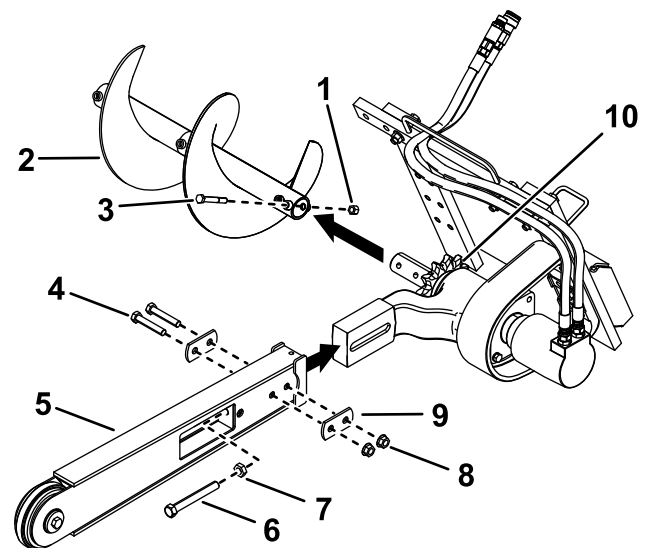

Figura 3
3. Rimuovete il bullone e il dado che fissano le lame della coclea e rimuovete la coclea (Figura 3).
4. Togliete i 2 bulloni (5/8" x 3-1/2"), i 2 dadi (5/8") e le 2 rondelle doppie montate sui lati del braccio (Figura 3).
5. Allentate il dado di regolazione e il controdado (Figura 3).